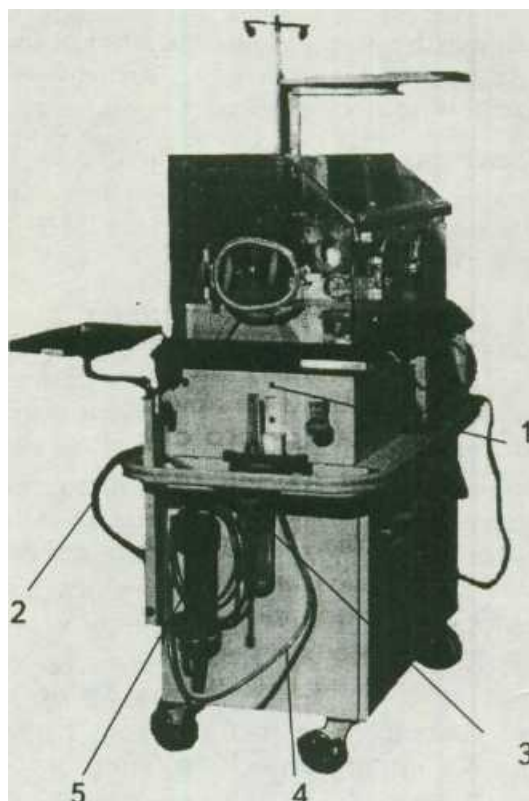

Рис. 21. Установка узла подготовки кислорода:
Убедиться в отсутствии воды в стакане 3 (см. рис. 12) дозатора, наличии заглушки с прокладкой на штуцере 9 и закрытом состоянии вентиля 10. Закрыть вентиль 1. Установить узел подготовки кислорода 3 (рис. 21) на два винта 1, которые расположены на левой стенке корпуса детского модуля.
***Примечание.** Присоединительный размер накидной гайки шланга 4 (см.рис.21) М16х],5. При необходимости для присоединения шланга к кислородной магистрали следует использовать переходник ИДН-14-44 и прокладку ИДН-14-45 из комплекта ЗИП. Присоединительный размер переходника G1/4-А.*
Присоединить один конец шланга 2 к выходному штуцеру 4 (см.рис.12) дозатора, а другой конец - к штуцеру патрубка ПОДАЧА КИСЛОРОДА, расположенному на крышке фильтра тонкой очистки сзади инкубатора (на рис.21 шланг 2 не присоединен к штуцеру патрубка, а введен под изолирующий колпак для другого случая применения кислорода, описанного в п.9.7.3).